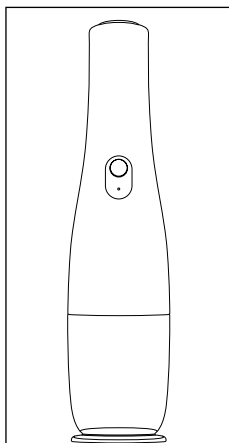

Fig. 5
6. Pour ranger l'appareil, posez-le sur le capuchon de fermeture **1**, qui peut également servir de pied (voir fig. 5).